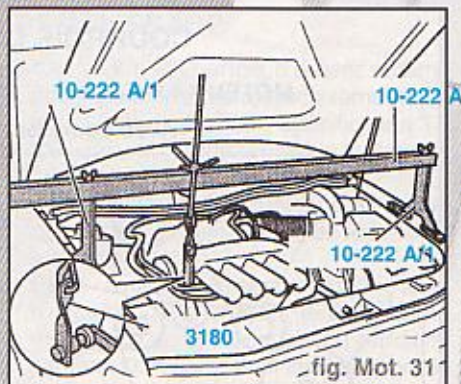

fig. Mot. 31
- Mettre en place le dispositif de maintien **10-222A** avec les pieds **10-222A/1** (fig. Mot. 31).